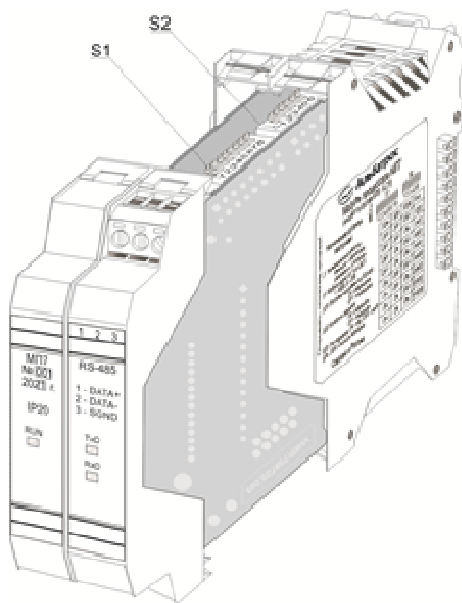

Рисунок 10 – Расположение органов настройки ЯС2 (вилка J1 расположена слева от переключателя S1).
9.3.4 С помощью переключателя S1 на плате ЯС2 (см. рисунок 10) задайте адрес модуля по протоколу Modbus. Адрес модуля задается в виде двоичного числа в диапазоне от 1 до 247, при этом секция номер восемь переключателя S1 соответствует младшему биту двоичного числа, а секция номер один – старшему биту, положение секции “OFF” соответствует нулевому значению бита адреса, положение секции “ON” соответствует единичному значению бита адреса.